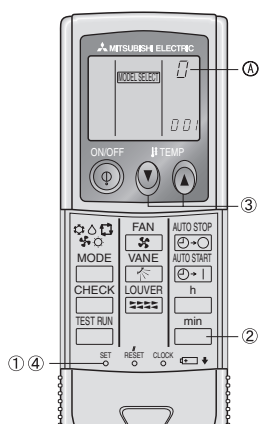

Fig. 6-8
- 5) Приписание пульта дистанционного управления отдельным приборам (Fig. 6-8)**